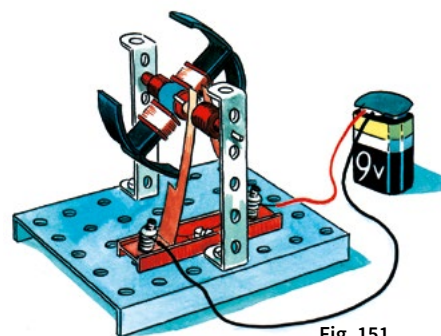

Fig. 151
1. Den Rotor über die Bürsten mit der Batterie verbinden (Bild 151)